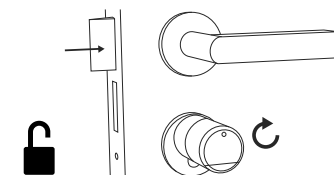
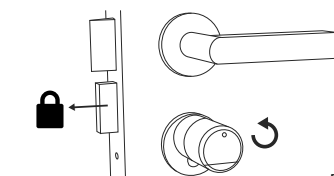

Fig. 9
Fig. 10
- 3 Se a impressão digital introduzida estiver correta, o símbolo de estado do cilindro acende-se (⊙) e a porta pode ser destravada (Fig. 9) ou travada (Fig. 10).